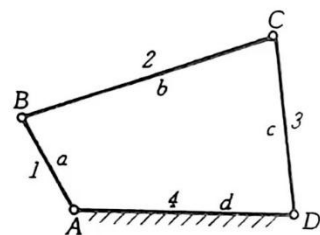

图 8-25
-7 如图 8-25 所示, 设已知四杆机构各构件的长度为 $a = 240\text{mm}$, $b = 600\text{mm}$, $c = 400\text{mm}$, $d = 500\text{mm}$ 。试问:
- (1) 当取杆 4 为机架时, 是否有曲柄存在?
- (2) 若各杆长度不变, 能否以选不同杆为机架的办法获得双曲柄机构和双摇杆机构? 如何获得?
- (3) 若 a 、 b 、 c 三杆的长度不变, 取杆 4 为机架, 要获得曲柄摇杆机构, d 的取值范围应为何值?